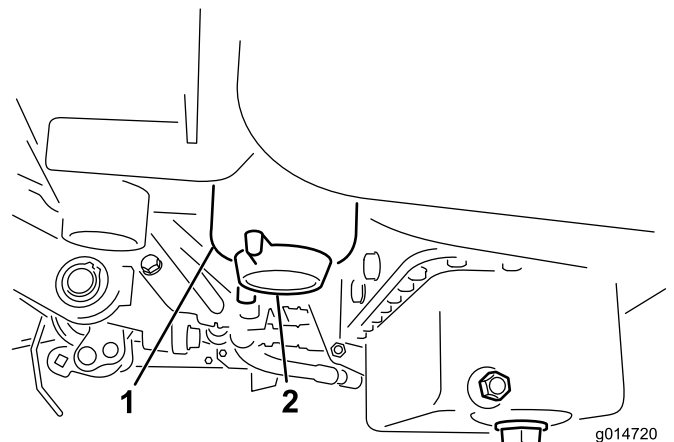

Figura 33
3. Abra o tampão de drenagem no filtro de combustível aproximadamente uma volta e drene qualquer água acumulada (Figura 33). Volte a apertar o tampão após o escoamento.